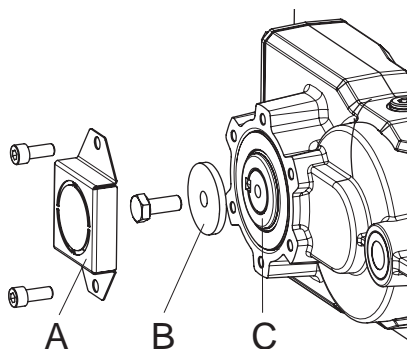

Fig. 151 Kontrolle, ob U-Scheibe an Getriebemotor anliegt
- ▶ Berührungsschutz [A] abschrauben. Überprüfen, ob die U-Scheibe [B] an Getriebemotor [C] anliegt. Falls U-Scheibe nicht anliegt, mit Hammer und Holzunterlage die Welle vorsichtig soweit einschlagen, dass die U-Scheibe am Getriebemotor [C] anliegt – Fig. 151.